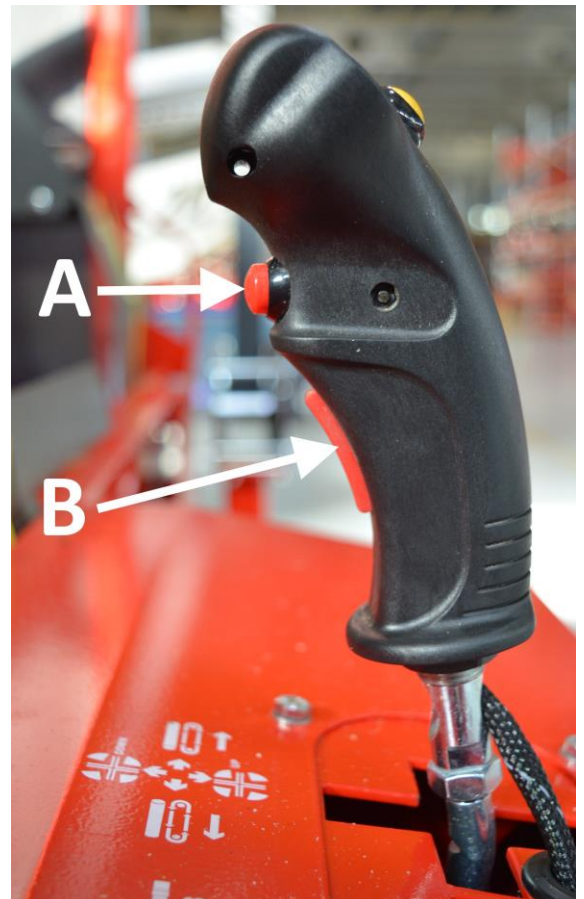

Bild 11. Spak
Kontrollernas funktion i bild 11
8. Starta klyvrörelsen genom att trycka på spakknappen A (bild 11). Klyvrörelsen måste vara normal.
- a. Utför några sågcykler utan trä genom att trycka på spakknappen B (bild 11).
4. Kapa stocken genom att trycka på spakknappen B (bild 11). Detta aktiverar HakkiCut™-funktionen: Sågkedjan börjar rotera, sågkedjans oljepump utför en pumpcykel och sågstången flyttas ner till optimal effekt.
5. Låt sågstången återgå till det övre läget genom att släppa knappen B (bild 11). Detta stoppar även sågkedjan.
Vid sågning av vedtrån ska det näst sista stycket sågas på så sätt att det återstående stycket är tillräckligt långt. Detta säkerställer att stocken hålls fast under grepparmen och att sågningen blir stabil och säker. Kör sista stocken direkt i klyvsektionen och starta klyvningen med spakknappen A (bild 11).
Maskinens klyvdel utför en klyvcykel varje gång knappen A på styrspaken E (bild 11) trycks in. Klyvfunktionen är inte tillgänglig när maskinhöljet är öppet. Klyvcykeln kan stoppas och backas genom att öppna och stänga maskinhöljet.